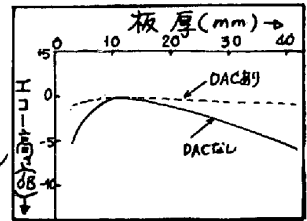

図4. 距離振幅特性曲線
(3) 探触子(5×6×25ND)の距離振幅特性は図4の曲線が示すように、DAC(距離振幅補償)なしでも、遠距離まですぐれている。探傷速度60m/分の動的テストでは、探傷面から15mmの位置にある人工欠陥(平底横溝で巾2.5mm)を十分に検出する。\*有効ビーム巾は22mm。